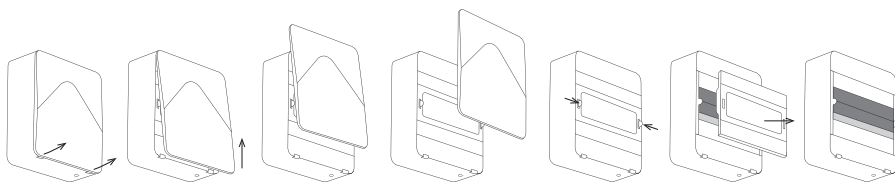

Рисунок 6. Снятие сервисной панели
1. Снять сервисную панель (рис. 6).
2. Снимите сервисную панель (рис. 6).